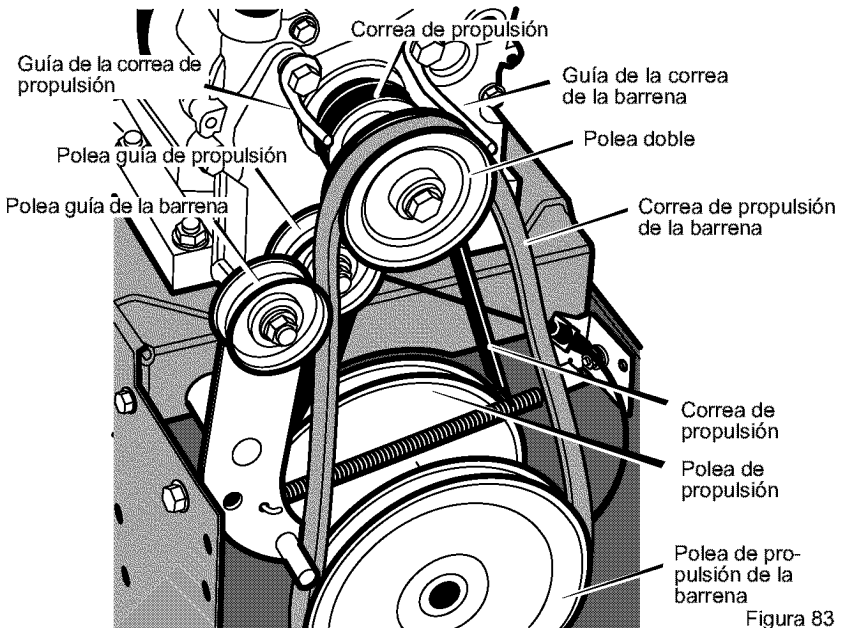

Figura 83
4. Afloje la tuerca de la polea guía de propulsión y mueva esta última hacia la correa un octavo de pulgada aproximadamente (3 mm) (Figura 83).
3. Afloje la tuerca de la polea guía de la barrena y mueva esta última hacia la correa un octavo de pulgada aproximadamente (3 mm) (Figura 83).
5. Afloje la **guía de la correa de la barrena**. Separe la **guía de la polea de propulsión de la barrena** (Figura 83).
4. Afloje la tuerca de la **polea guía de propulsión** (vea la Figura 83). Separe la **polea** lo más que pueda de la **correa de propulsión**, luego apriete la tuerca de la **polea**.